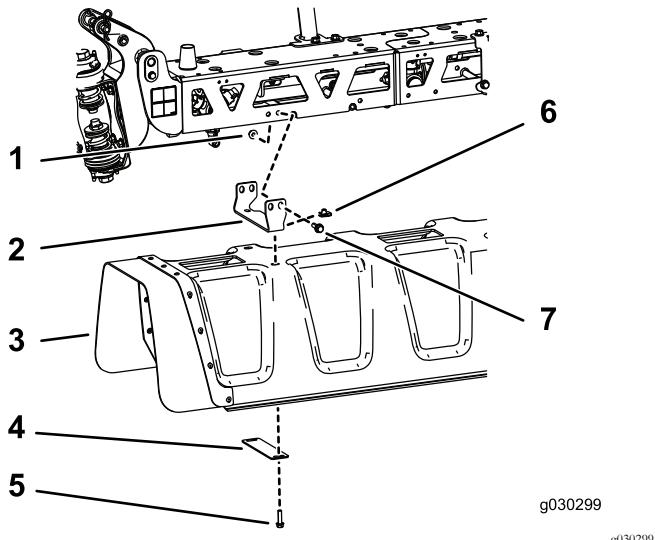

Figure 9
- Fixez le couvercle central au support à l'aide de 8 écrous en U, 4 plaques de boulonnage et 8 boulons à tête hexagonale (5/16" x 1 1/4"), comme montré à la Figure 9.
2. Fixez les 4 supports de rampe centrale et plaques de montage à la rampe centrale à l'aide de 4 boulons à tête hexagonale (5/16" x 1 1/4") et 4 écrous à embase (3/8"), comme montré à la Figure 9.